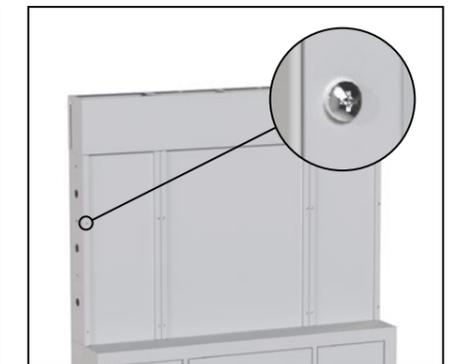

Рис. 71
7.3 Установите на верхний модуль СБ (1) 2 шт. «Панель 300 верхняя» (7) и «Панель 600 верхняя» (6) завернуть 12 винтов М4х16 - Рис. 71.